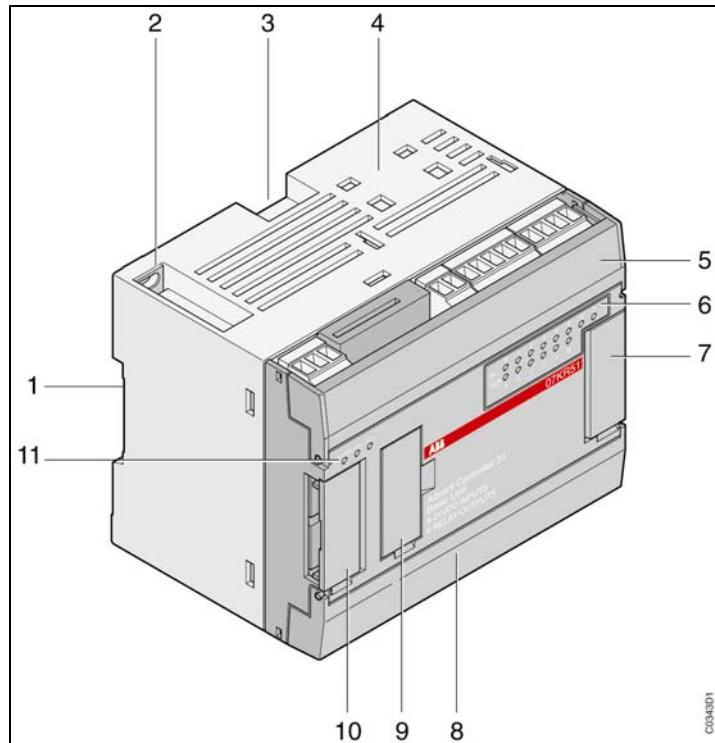

Figura 0-1: Frente de la unidad central
3.1. Frente de la unidad central (ver Figura 0-1)